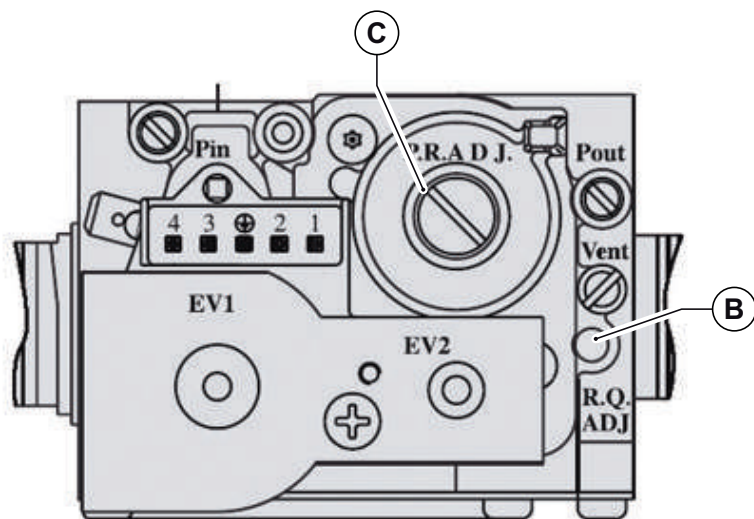

Fig. 38 Reglare valoare dioxid de carbon
- Reglați valoarea dioxidului de carbon (CO₂) din gazele arse, rotind regulatorul de raport **B** (vezi Fig. 38 Reglare valoare dioxid de carbon) și asigurați-vă că reintră în limitele din Tab. 25 Valori ale CO₂ în gazele arse. Lăsați centrala în modul curățare și treceți la pasul următor de reglare la puterea minimă.
- Reglați valoarea dioxidului de carbon (CO₂) din gazele arse, rotind regulatorul de offset **C** (vezi Fig. 38 Reglare valoare dioxid de carbon) și asigurați-vă că reintră în limitele din Tab. 25 Valori ale CO₂ în gazele arse.